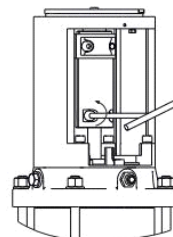

рис. 10
1. Ослабьте винты на муфте и демонтируйте муфту. (См. рис. 10)